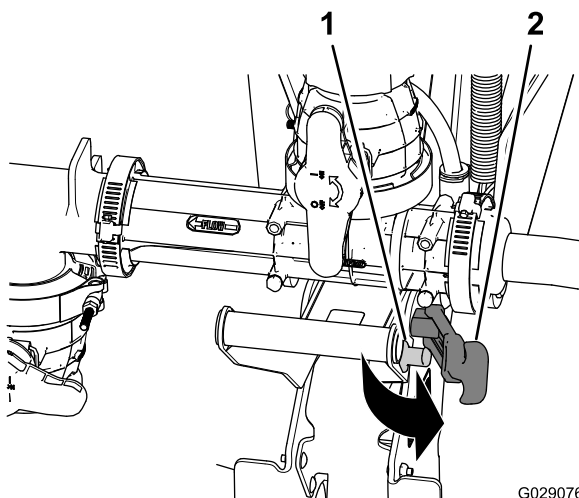

Figure 37
5. Tirez la poignée de verrouillage sur l'ergot de verrouillage (Figure 37).